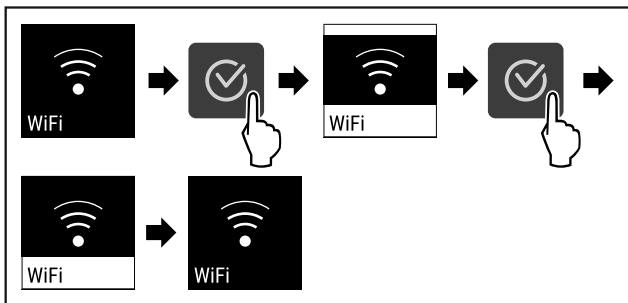

Fig. 77
- ▶ Efectuați pașii de acțiune (vezi Fig. 77) .